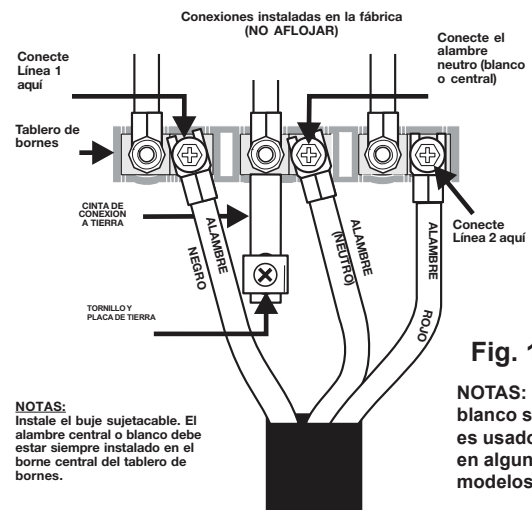

Fig. 13
## 5B. CONEXIONES DEL CORDON DE ALIMENTACION (Instrucciones para conexión trifilar para instalaciones existentes SOLAMENTE - Consulte la Fig. 13)
2. Inserte los conectores de extremo para la Línea 1, Línea 2 y Neutro y apriete firmemente en el tablero de bornes (Vea Fig. 13).
Esta estufa tiene instalada una cinta de conexión a tierra que conecta el borne central del tablero de bornes (neutro) al chasis de la estufa. La cinta de conexión a tierra está conectada a la estufa mediante el tornillo central más inferior (Ver Fig. 13). La cinta de conexión de tierra no debe retirarse a menos que el código nacional, estatal o local no permitan el uso de una cinta de conexión a tierra. **NOTA:** Si por cualquier motivo se retira la cinta de conexión a tierra, se debe conectar un alambre de tierra separado al tornillo de tierra instalado en el chasis de la estufa y a una tierra adecuada.